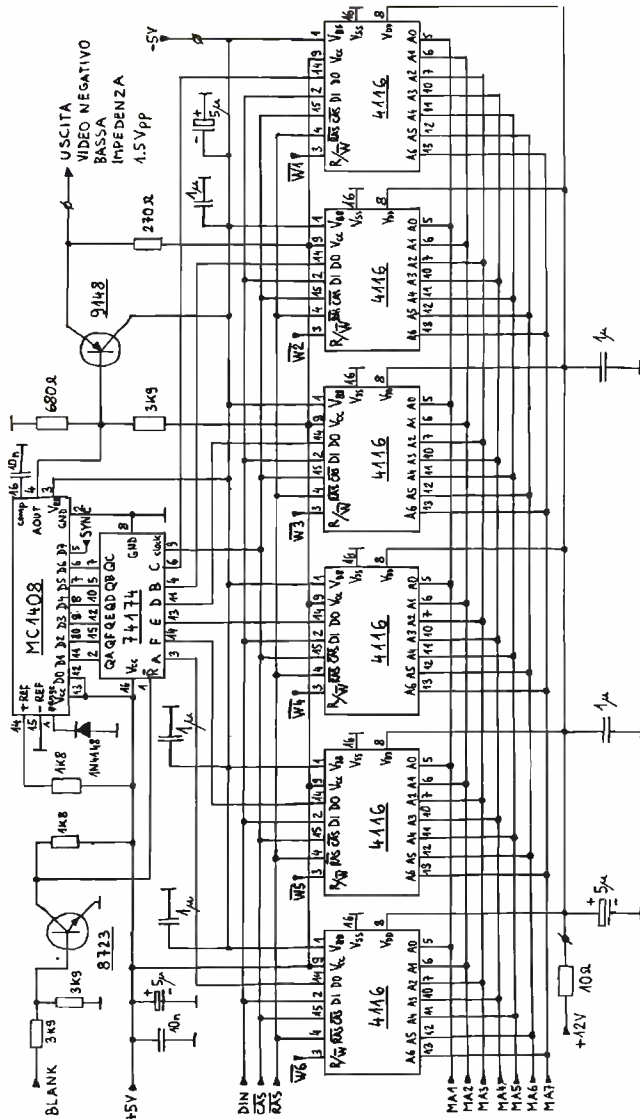

figura 12
In questo momento ha anche inizio il ciclo di trascrizione dalla memoria buffer nella memoria principale, che dura 8 linee TV. Il 4029 contatore dei bit è fatto avanzare dal clock di linea TV (HC), durante ogni linea (prime 6 linee delle 8 linee del ciclo) viene copiato nella memoria di quadro un bit di ogni elemento dell'immagine. Per primi vengono copiati i MSB di ogni elemento dell'immagine nella prima memoria 4116 (vedi figura 12), quando il segnale  $\overline{W1}$  è a livello logico basso.
Nei circuiti vengono impiegate 6 memorie 4116, che memorizzano 128 linee di 128 elementi ciascuna con 6 bit per elemento d'immagine (vedi figura 12). In fase di lettura i 6 bit vengono letti in parallelo e inviati al latch 74174, il quale memorizzerà i dati durante il seguente ciclo di lettura. Il 74174 passa i dati poi al convertitore D/A MC1408 (MC1508). Lo MC1408 è un convertitore D/A a 8 bit. Ai bit più significativo (D7) vengono inviati gli impulsi di sincronismo TV. Ai seguenti 6 bit vengono inviati i dati dal latch 74174 e il bit meno significativo (D0) non viene utilizzato. L'uscita analogica dello MC1408 è un generatore di corrente, questa corrente è una frazione (determinata dagli ingressi digitali) della corrente che scorre nell'ingresso + REF. Un amplificatore operazionale interno al-